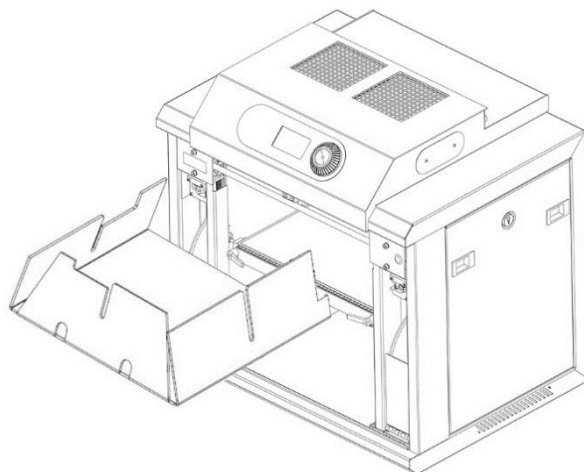

Abbildung 18: Ansicht Innenkartonage vor dem Drucker
6. Setzen Sie nun die Innenkartonage ein (vgl. Abb. 18 und 19).